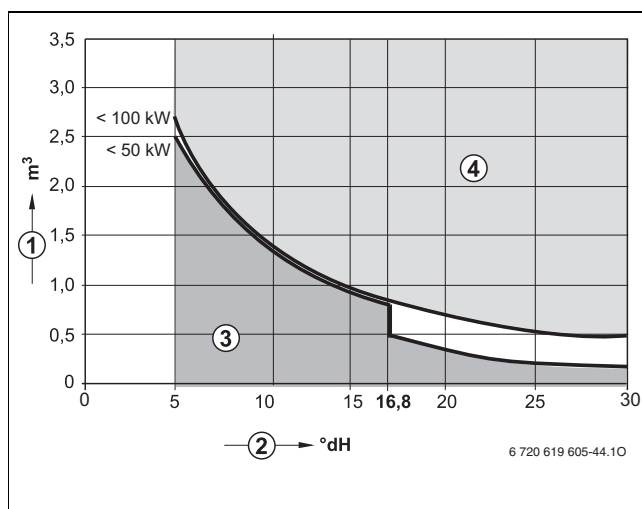

Fig. 10 Requisiti dell'acqua di riempimento per caldaie singole fino a 100 kW
- Utilizzare esclusivamente acqua di rubinetto non trattata (osservare il diagramma in fig. 10).
Per il controllo delle quantità di acqua ammesse in funzione della qualità dell'acqua di reintegro è necessario il diagramma della fig. 10.
- Se la quantità di acqua di riempimento effettivamente necessaria è maggiore del volume di acqua durante il ciclo di vita utile (→ fig. 10), allora è necessario trattare l'acqua. A tal fine, potranno essere utilizzati solo prodotti chimici, prodotti per il trattamento dell'acqua e simili consentiti da Buderus.